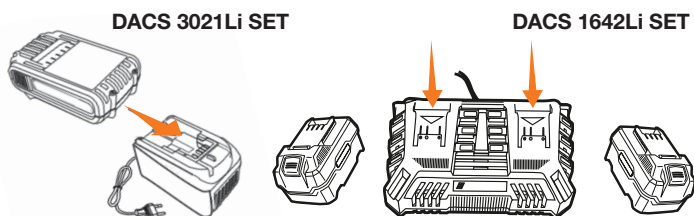

Рис. 6
- Включите в сеть зарядное устройство, при этом на нем загорится индикатор зеленым светом, вставьте аккумулятор в зарядное устройство (Рис. 6).